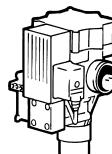

Fig. 9
**Vanne Electropneumatique** : accouplée normalement au Mini-Séparateur, est indiquée pour les installations à anneau d'air et pour les systèmes humides, fig. 9.